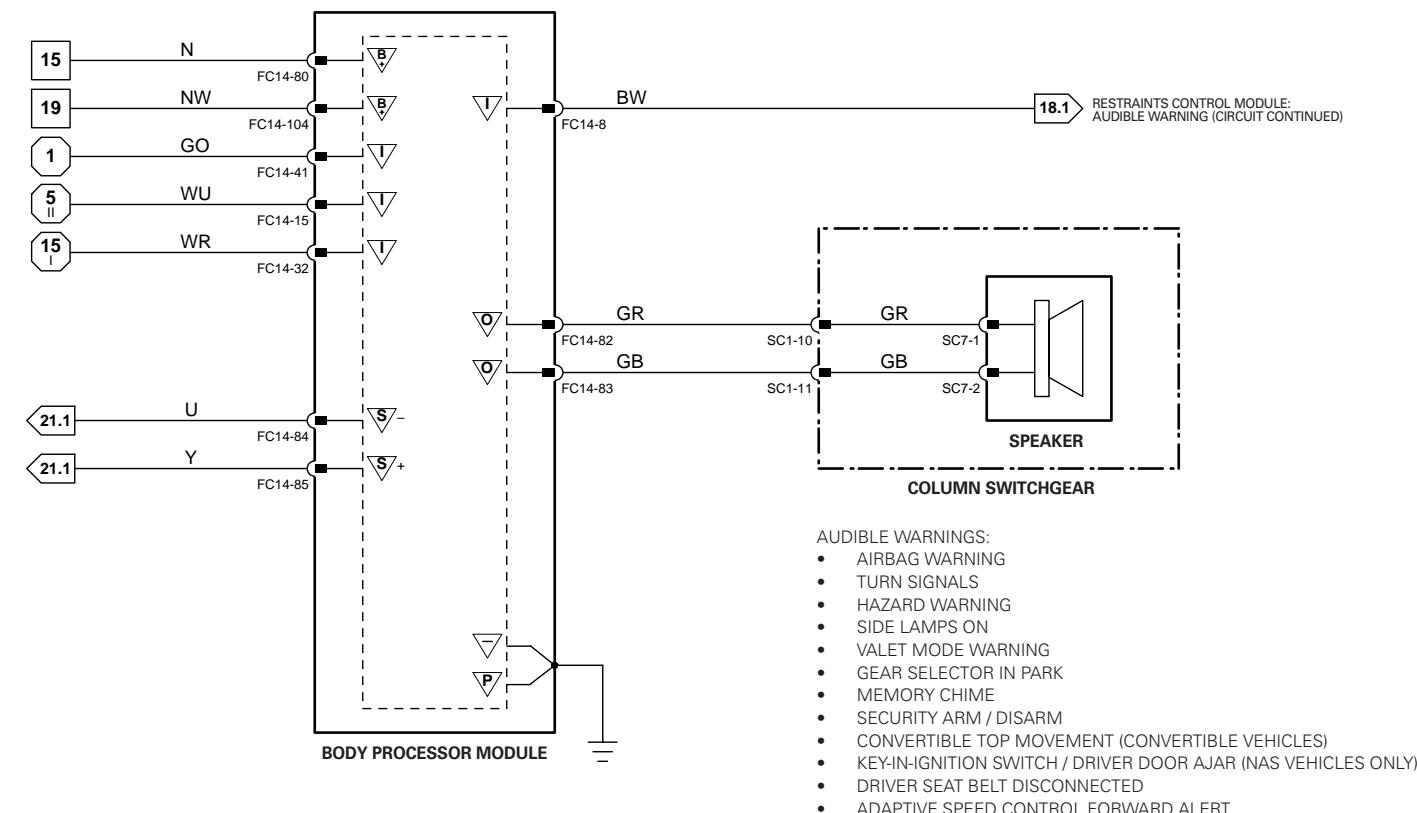
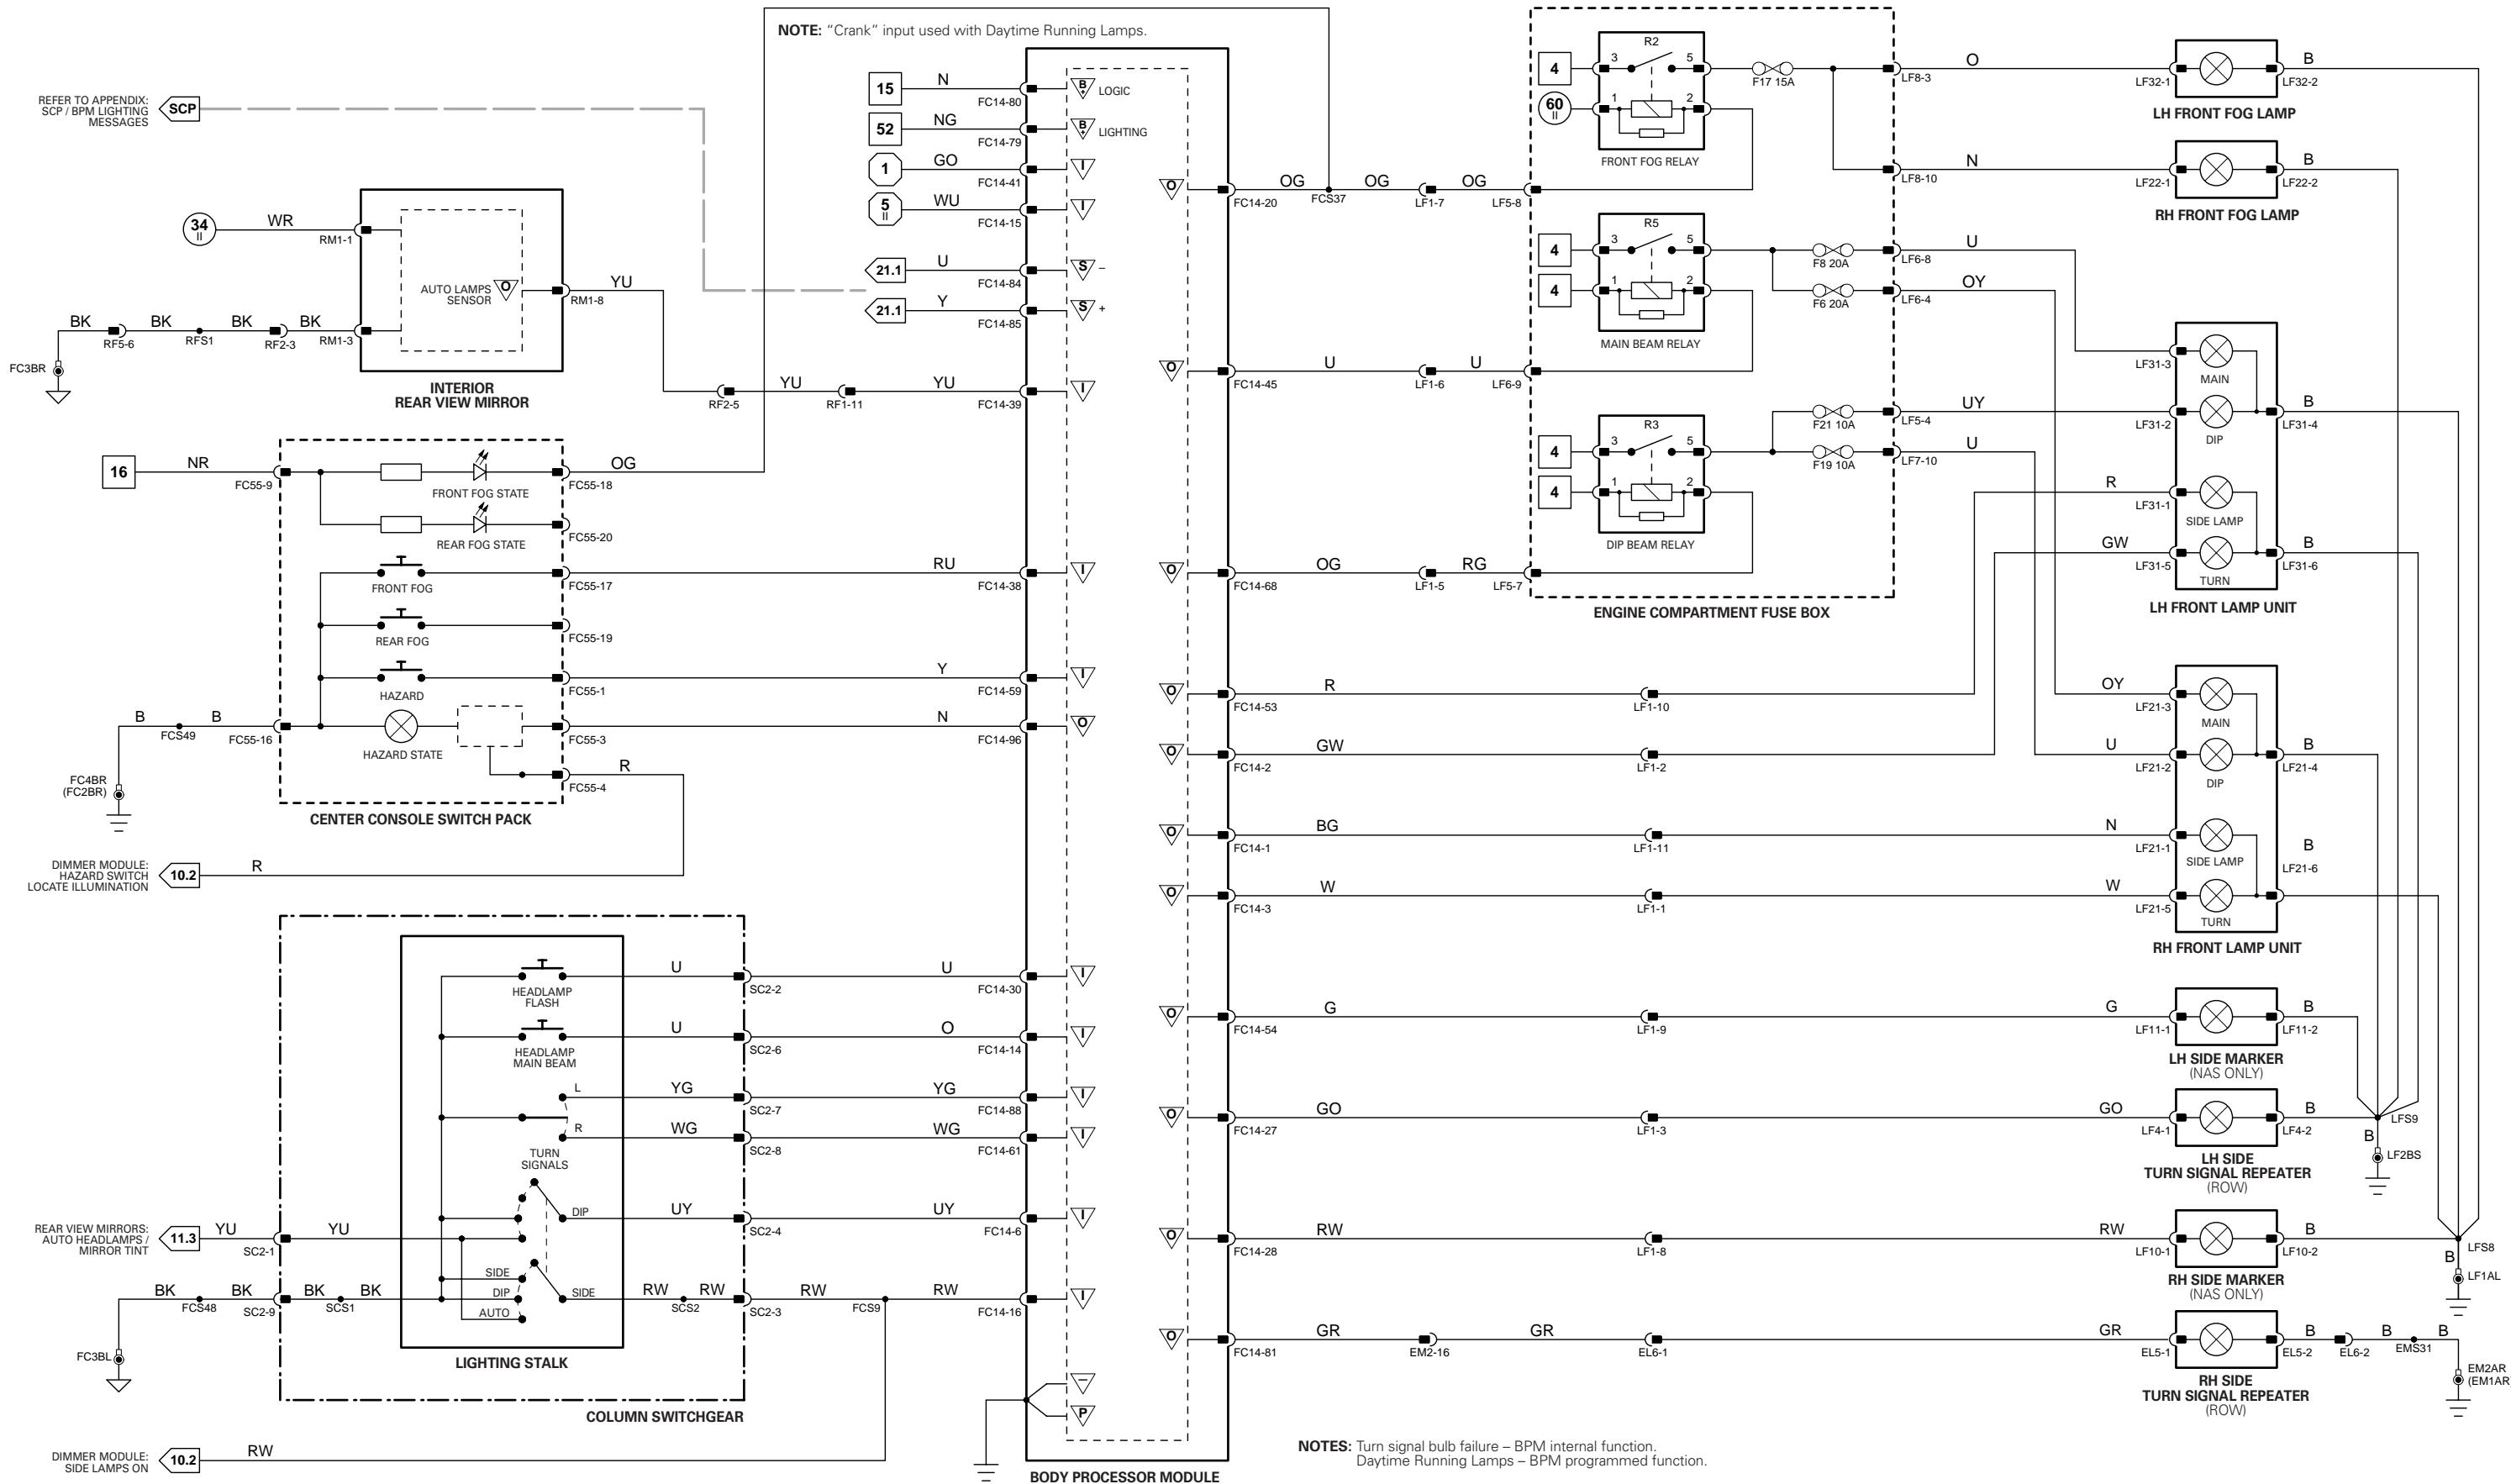

Fig. 09.1
Fig. 09.2
- TURN SIGNALS; HAZARD WARNING; SIDE LAMPS – Fig. 09.1, Fig. 09.2, Fig. 09.3